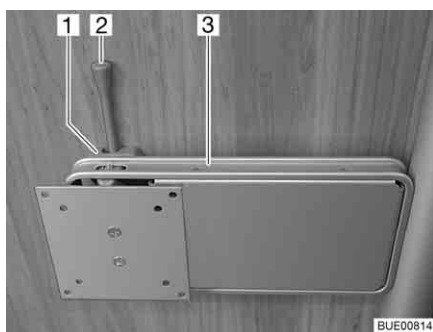

Bild 70 Fäste på pelare
- Tryck låsspaken (Bild 70,2) åt sidan och sväng fästet (Bild 70,3) med den platta bildskärmen till önskat läge.
- Vrid tillbaka den platta bildskärmen tills fästet (Bild 70,3) hakar fast i låset (Bild 70,1).